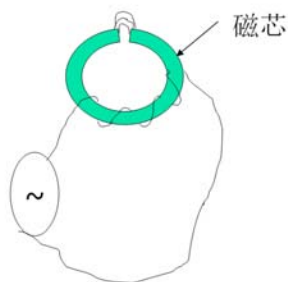

Fig.128 环形磁头结构示意图
1、磁头：是电磁转换元件，依据电磁感应原理，将电流信号转换为磁场。其结构如图128所示。磁芯材料通常为高磁导率、高饱和磁通的软磁材料。线圈中通电流 $I$ ，在磁芯中产生的磁感应强度 $B$ 为：